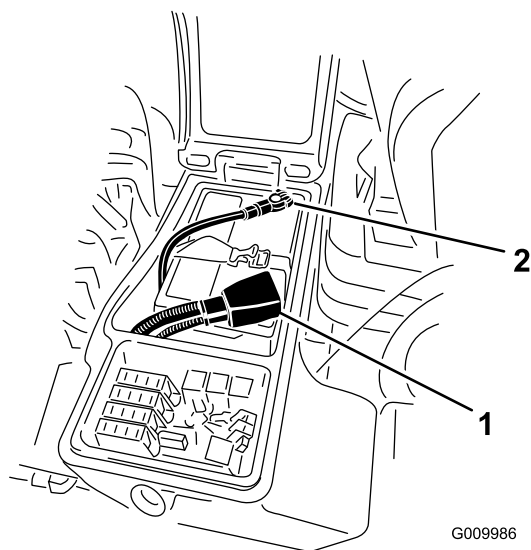

Figura 75
3. Retire o cabo negativo (preto) do terminal negativo (-) e o cabo positivo (vermelho) do terminal positivo (+) da bateria (Figura 75).
- Instale o cabo positivo (vermelho) no terminal positivo (+) e o cabo negativo (negro) no terminal negativo (-) da bateria (Figura 75).